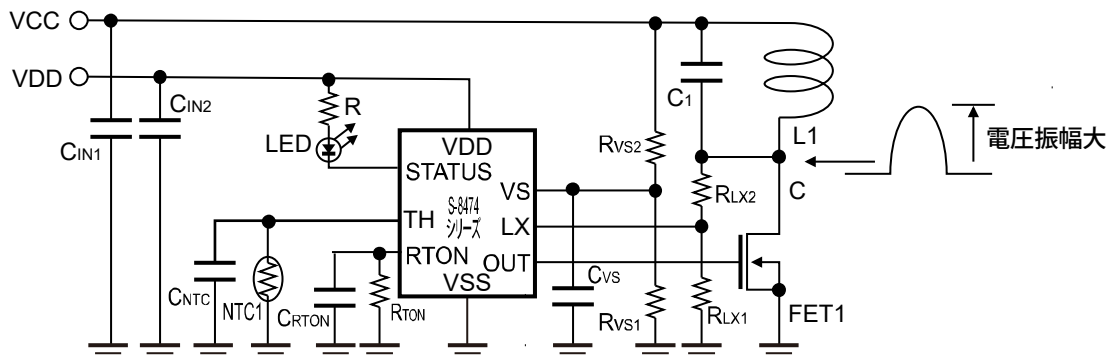

図49
- 図49のVCCには1kHz ~ 110kHz (LC共振周波数) の周波数成分のゆれが発生するような電源を使用しないでください。誤動作を引き起こす可能性があります。
- 図49のVDDには、誤動作防止のため、周波数成分のゆれが発生するような電源を使用しないでください。
- 図49の基板を設計する際、下記の理由でRTON端子、VS端子、TH端子のそばには配線を通さないようにしてください。抵抗 R_{TON} は可能な限りRTON端子に近づけてレイアウトしてください。